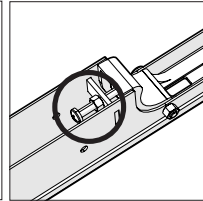

Fig. 7
- Loosen the locking nut. **(Fig. 7)**